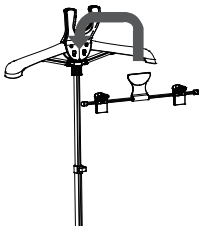

FIG 4
9. Coloque los clips en la percha. (FIG 4)